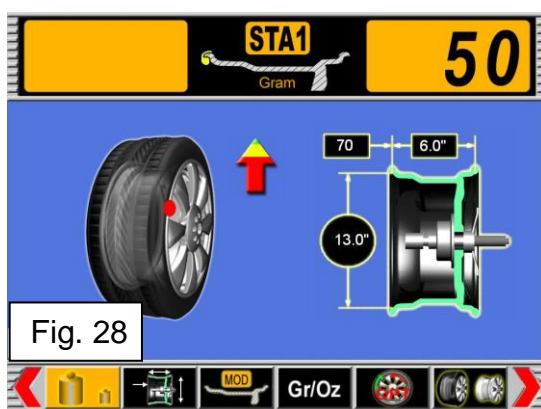

Fig. 28
- Seguindo a direção da seta, gire a roda lentamente com a mão até que o ponto vermelho se mova para a posição de 12 horas e a seta mude para verde e aponte para a posição de 12 horas (ref. Fig. 28).